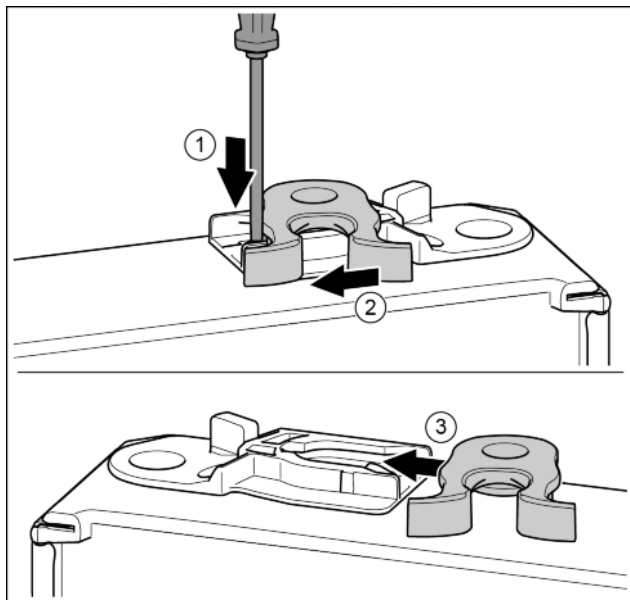

Fig. 17
- ▶ Ar skrūvgriezi spiediet uz leju mēlīti. Fig. 17 (1)
- ▶ Izvelciet aizvēršanas āķi no vadīklas. Fig. 17 (2)
- ▶ Iebīdīet aizvēršanas āķi vadīklā otrajā pusē. Fig. 17 (3)